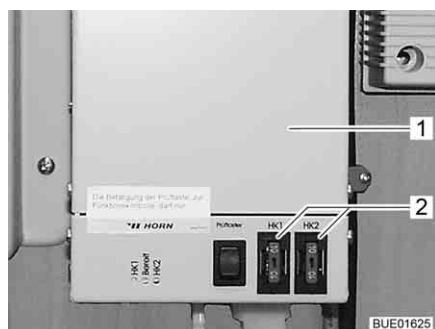

Fig. 129 Regolatore riscaldamento per tubazioni delle acque grigie
I fusibili si trovano sul regolatore (Fig. 129,1).
- Sostituire il fusibile (Fig. 129,2).